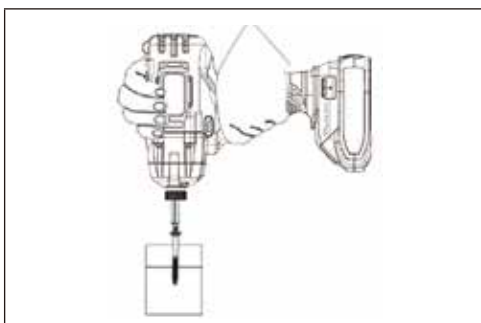

FIG. 10
3. Insérez complètement l'embout de vissage dans la tête de vis (Fig. 10).